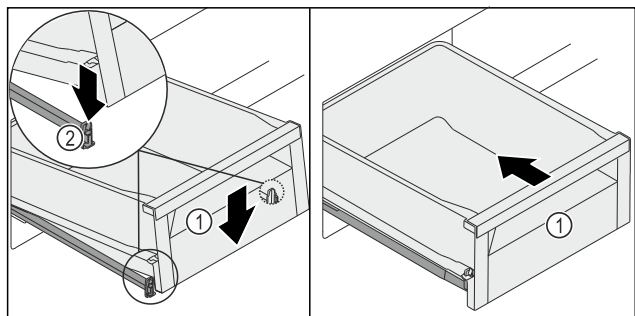

Fig. 130
- ▶ Spustíte zásuvku Fig. 130 (1) vpredu tak, aby zásuvka vľavo a vpravo sklzála do svorky Fig. 130 (2).
- ▷ Zásuvka Fig. 130 (1) počuteľne zapadne.
- ▶ Zasuňte zásuvku Fig. 130 (1).